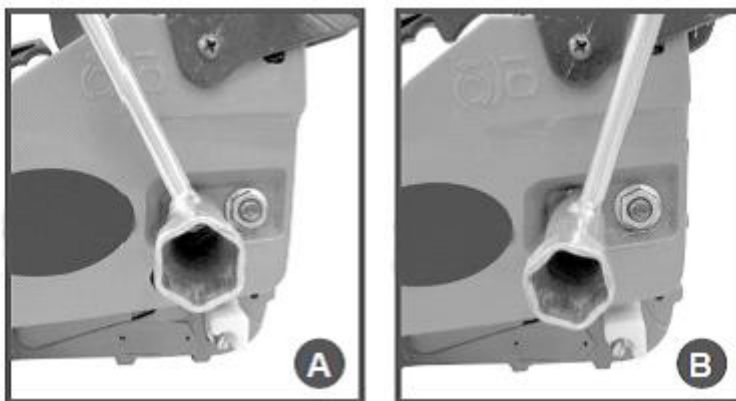

Рис. 4 Затяжка гайки крепления крышки шины
**ВНИМАНИЕ!** При затяжке гайки крепления крышки шины ключом не следует прилагать чрезмерное усилие. Достаточно закрутить гайку до касания крышки шины (крышка шины при этом должна плотно прилегать к корпусу пилы) не прилагая усилий (Рис. 4А). Затем поверните ключ примерно на 1/8 оборота (Рис. 4В).